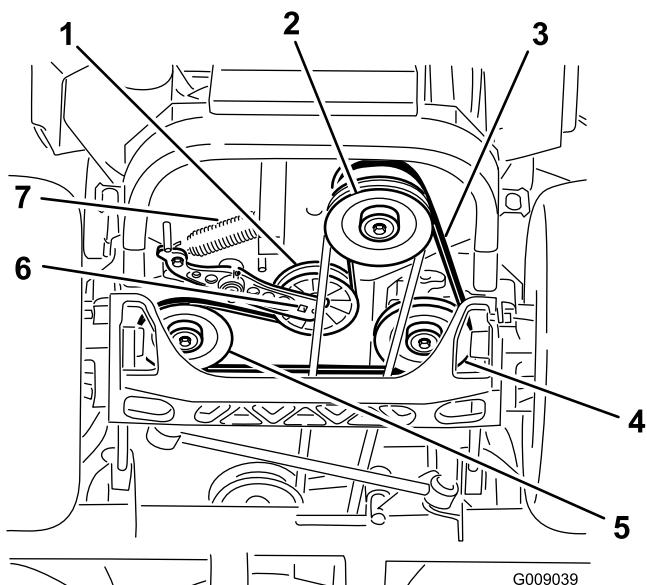

Figure 80
5. Insérez un rochet dans le trou carré du bras de la poulie de tension pour déposer le ressort de la poulie de tension (Figure 80).
6. Décrochez le ressort de la poulie de tension du châssis (Figure 80).
9. Insérez un rochet dans le trou carré du bras de la poulie de tension pour installer le ressort de la poulie de tension sur le châssis (Figure 80).
4. Soulevez la machine sur des chandelles (Figure 80).